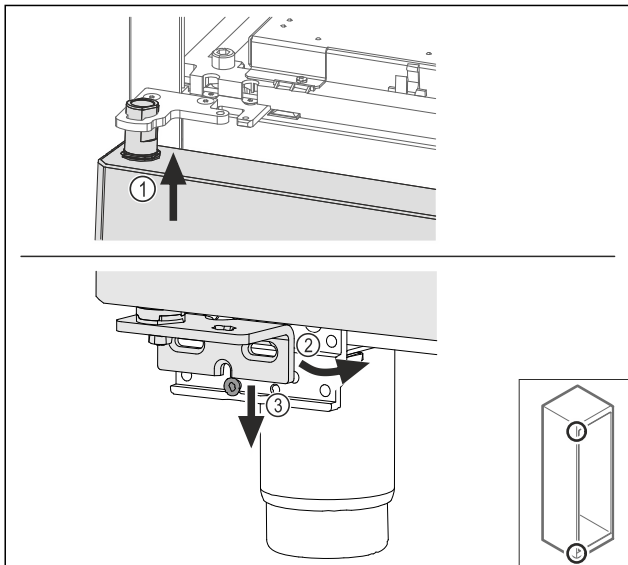

Fig. 64
- Περάστε επάνω την πόρτα υπό ελαφρά κλίση Fig. 64 (1), ευθυγραμμίστε την πόρτα Fig. 64 (2) και τοποθετήστε την κάτω στη βίδα του στηρίγματος Fig. 64 (3).